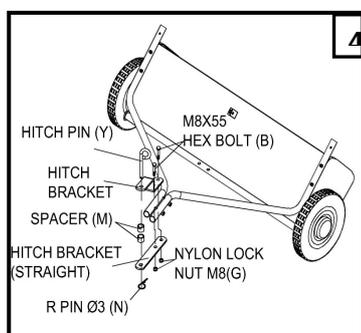
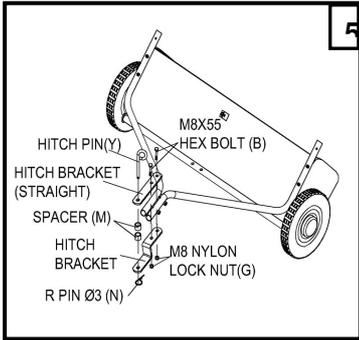

Abbildung 4:
Abbildung 5:
Die beiden Rohre mit zwei M8 x 75 Schrauben (A), und M8 Kontermuttern (G) sammeln. Noch nicht 100 %festschrauben. Wenn Ihr Traktor 26cm bis 34cm Bodenfreiheit hat, siehe Abbildung 4. Wenn Ihr Traktor 21cm bis 26cm Bodenfreiheit hat, siehe Abbildung 5. Zunge oberhalb und unterhalb der Deichsel Aufhänger mit M8x30 (8) und Mutter M8 montieren. Dorn (Y), die zwei Abstandshalter (M) und O3 Stift (N) die vier Schrauben an der Kehrmachine festschrauben. Die beiden Schrauben, die der Zunge auf Deichsel Rohre sichern.
Siehe Text Abbildung 4